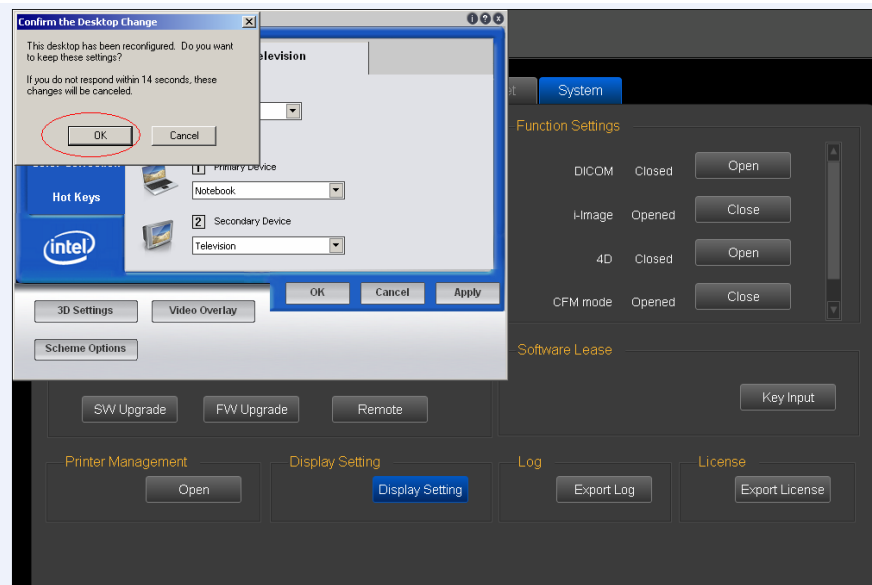

Fig.3-6
4) La boîte de dialogue ci-dessous s'affiche, puis appuyez sur "OK". Voir l'image en Fig.3-6.